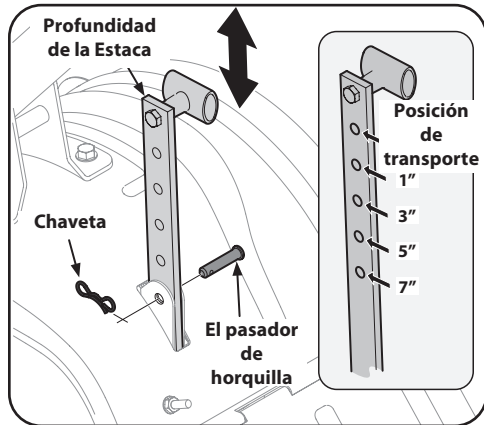

Figura 3-4
1. Cuando se utiliza la caña del timón, por primera vez, utilice el orificio de ajuste segundo de la parte superior (1" de profundidad de labranza). Véa la Figura 3-4.
6. Para ajustar la profundidad de juego, quitar el pasador de horquilla y la horquilla. Mueva la estaca de profundidad en la posición deseada y asegure con el pasador de horquilla y la horquilla. Véa la Figura 3-4.